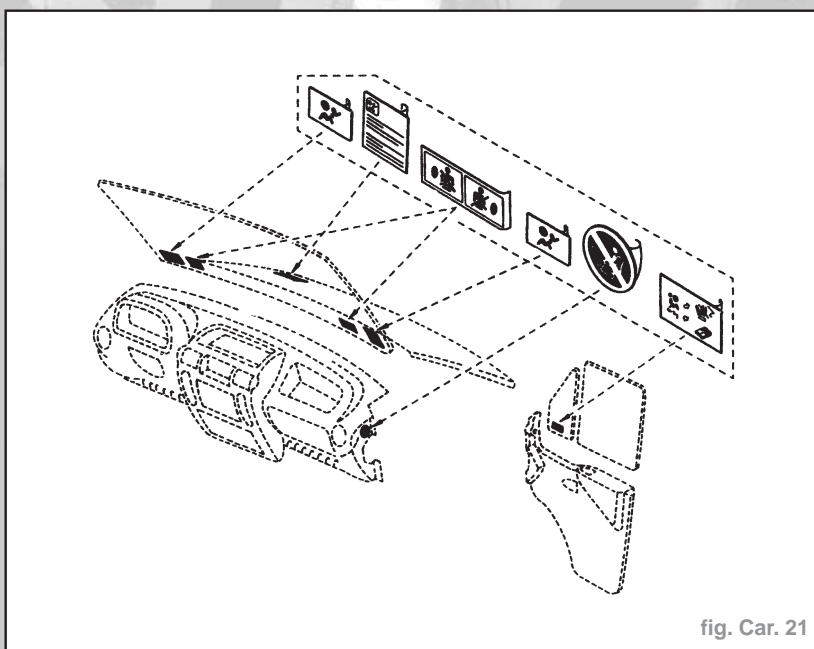

fig. Car. 21
- L'ensemble de ces étiquettes est disponible dans une collection sous la référence **P.P.R. 77 01 205 442** (fig. Car. 21).